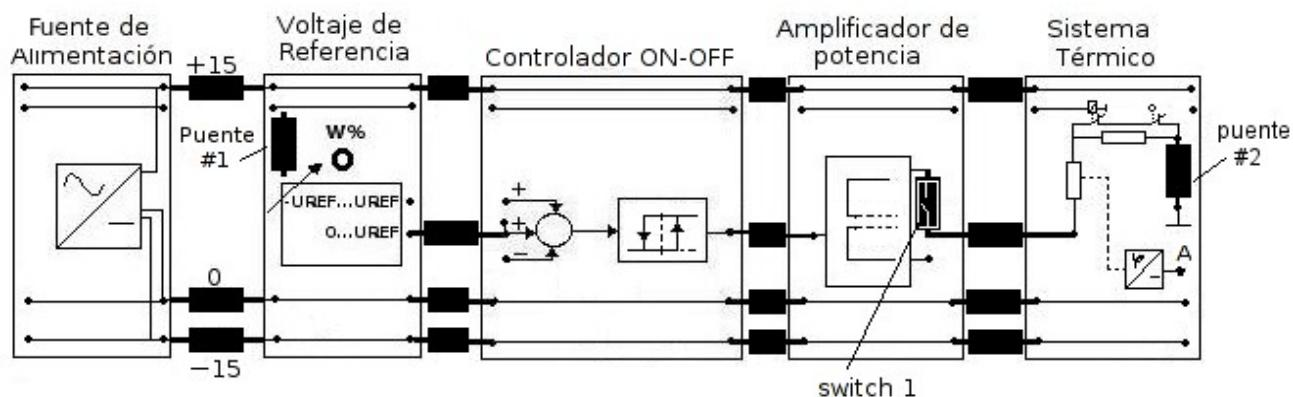

Figura 8.9 Sistema térmico con regulador ON-OFF.
- Arme el sistema en lazo abierto que se muestra en la Figura 8.9, observe que ahora el switch 1 se ha colocado en la unión del amplificador de potencia y el sistema térmico, ya que si se pone como siempre entre el voltaje de referencia y el punto suma no tendrá efecto, pues al estar el sistema a lazo abierto estará el switch abierto o cerrado la señal de error es siempre positiva por lo que el controlador estará siempre en ON (10V), en cambio en la posición de la Figura 8.9 si está abierto impedirá el paso de corriente al sistema térmico aunque el controlador esté en ON; también coloque un puente con agujero entre el amplificador de potencia y el sistema térmico.